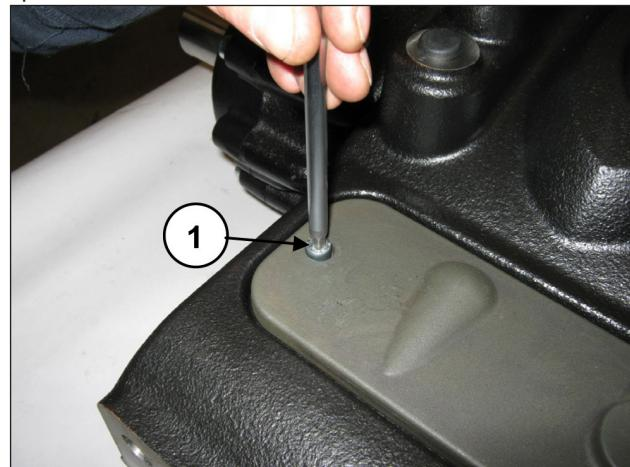

Рис. 169
Снимите верхнюю смотровую крышку, открутив 2 крепежных винта (поз. ①, Рис. 169).